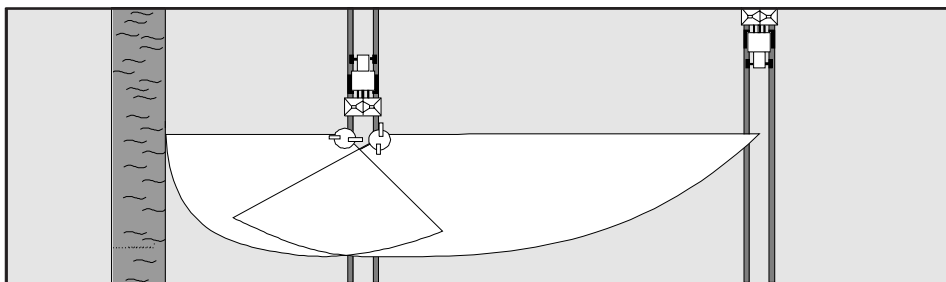

Fig. 7.6
7.1.2.2.1 Grenzstreuen gemäß Düngerverordnung (Fig. 7.6)